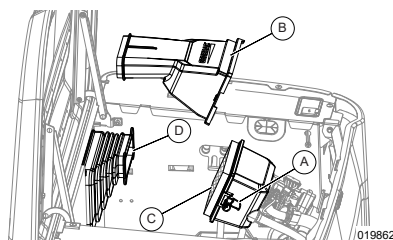
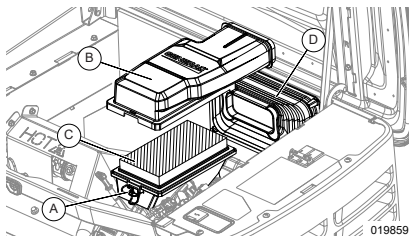

Figure 4-4. Entretien de l'épurateur d'air (10 kW)
Figure 4-5. Entretien de l'épurateur d'air (14 à 28 kW)
5. Consulter les sections Figure 4-4 et Figure 4-5. Retirer les clips (A) et le couvercle de filtre à air (B).